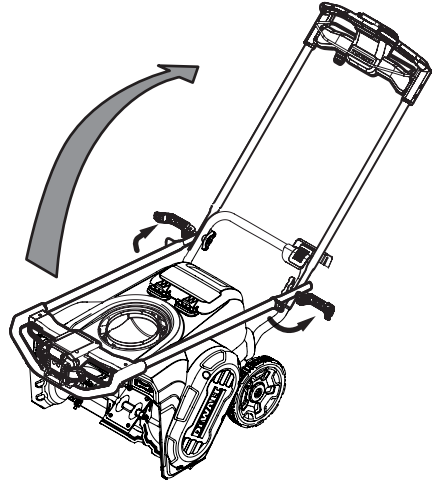

Figura 4
4. Dé vuelta las dos palancas del asa hacia abajo hasta la posición Unlocked (destrabada) (Figura 4).
5. Gire la manija superior a la posición de funcionamiento. Asegúrese de no apretar los cables en el proceso (Figura 4).